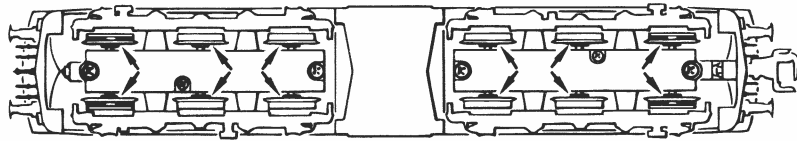

Fig. 8
5. Haftreifenwechsel: Zuerst die Drehgestellblenden abnehmen. Danach den **Haftreifen** mit einer Nadel oder einem feinen Schraubendreher abziehen (Fig. 8). Beim Aufziehen des neuen Haftreifens bitte darauf achten, dass dieser sich **nicht verdreht**.
4. Cambio de las gomas de tracción: levantar la tapa de engranajes (fig. 8) tomar el conjunto de ruedas y cambiar las ruedas de tracción usando un alfiler o un destornillador fino (fig 8).
5. Change of traction tyre: Remove bogie blind, and then remove **traction tyre** using a pin or a fine screwdriver (fig. 8). When pressing on the new traction tyre please **avoid twisting it**.